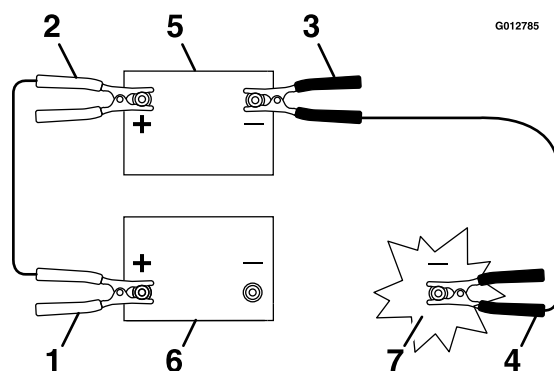

Figure 47
- Connectez le câble positif (+) à la borne positive (+) de la batterie à plat qui est reliée au démarreur ou au solénoïde (Figure 47).